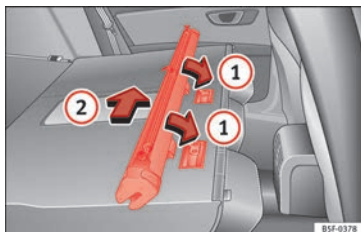

Fig. 126 Monter le filet de séparation sur le dossier de la banquette arrière.
- Placez la structure du filet sur les renforcements des rails de fixation dans le sens des flèches » **fig. 126 ①**.
- Poussez la structure vers le côté gauche du véhicule dans le sens de la flèche » **fig. 126 ②** et jusqu'à la butée.
- Tirez la structure du filet de 5 cm environ dans le sens contraire à celui de la flèche » **fig. 126 ②**.
- Retirez la structure du rail de maintien en tirant dans le sens contraire à celui des flèches » **fig. 126 ①**.